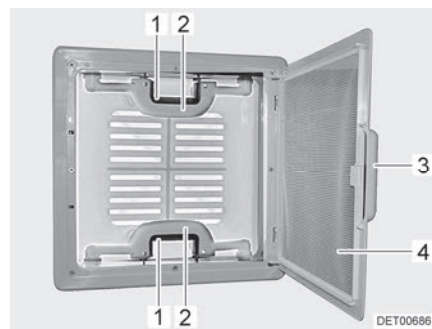

Bild 61 Dachhaube mit Schnappverschluss
- Am Griff (Bild 61,3) ziehen.
- Insektenschutz (Bild 61,4) nach unten klappen.
- Schnappverschluss (Bild 61,1) zur Innenseite der Dachhaube drücken. Gleichzeitig mit dem Griff (Bild 61,2) die Dachhaube nach oben drücken.
- Insektenschutz (Bild 61,4) nach oben schwenken, bis er einrastet.
- An beiden Griffen (Bild 61,2) die Dachhaube kräftig nach unten ziehen, bis beide Schnappverschlüsse (Bild 61,1) eingerastet sind.